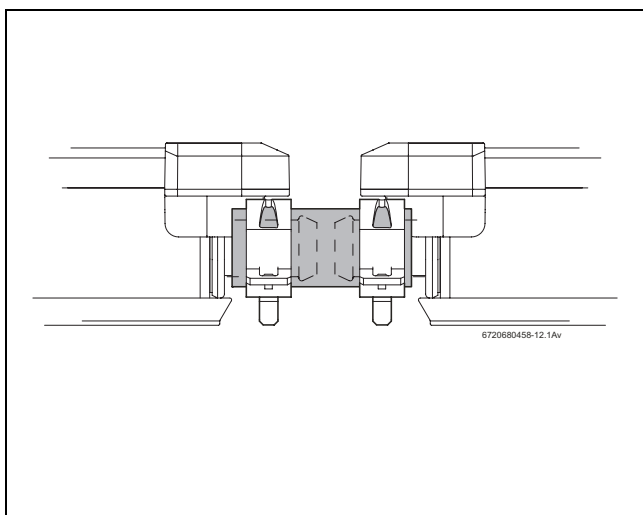

Fig. 42 Furtun solar cu bride cu bandă elastică fixate
- ▶ Fixați fiecare furtun solar pe piesa de îmbinare a panoului folosind o bridă cu bandă elastică (Fig. 42).